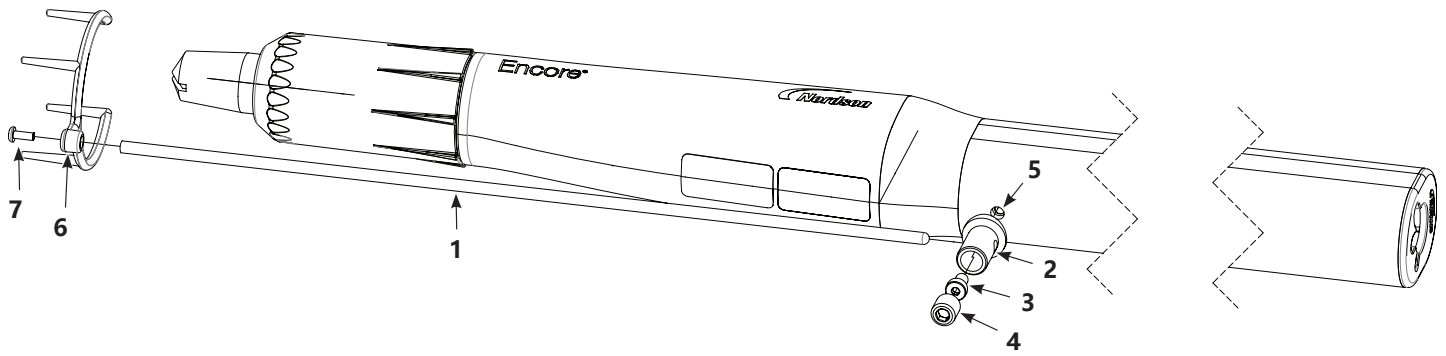

图 3-6 离子收集器安装 - 管座喷枪（为清楚起见，部分零件未显示）
1. 参见图 3-6。使用 M5 x 10 螺钉 (3) 将支柱 (2) 固定到接地板上。
2. 将收集器杆 (1) 插入支柱，并使用 M10 x 10 尼龙头固定螺钉 (4) 将其固定。
3. 使用 M3 x 8 螺钉 (7) 将多点尖端 (6) 连接到收集器杆上。以 6 IN.-lb (0.6 N•m) 扭矩拧紧 M3 螺钉。